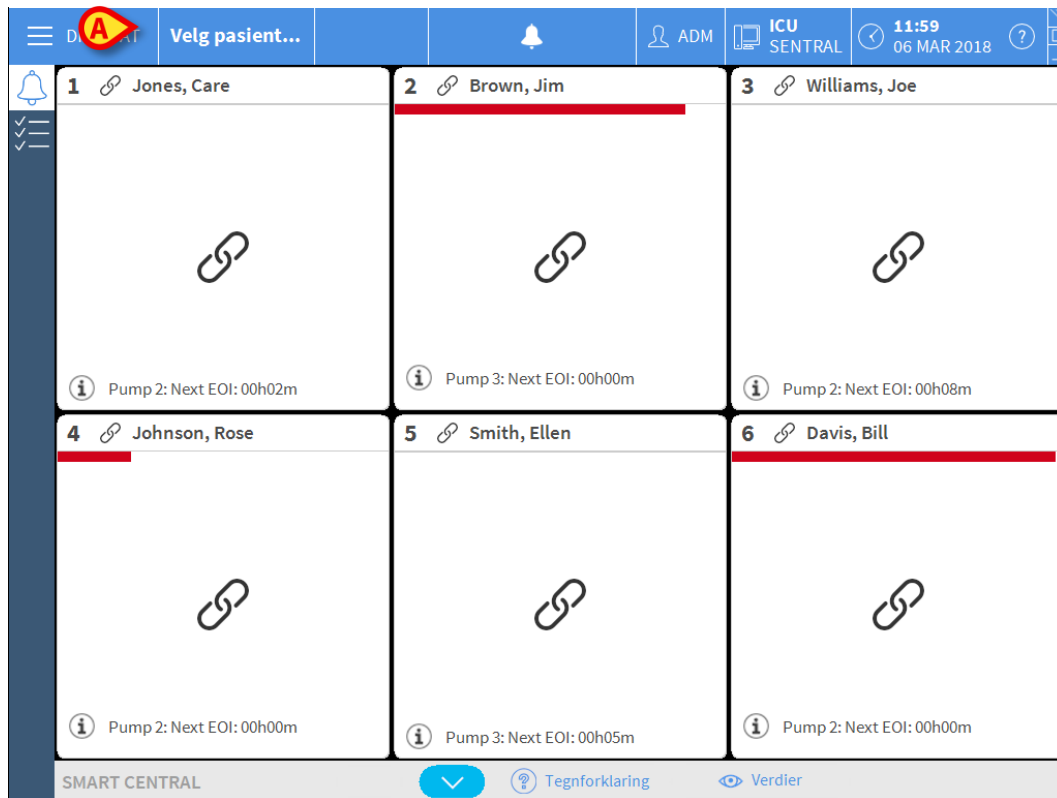
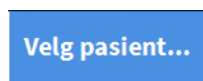

Fig. 92
Fig. 93
- Klikk på **Pasient**-knappen på kontrollinjen (Fig. 92 **A** og Fig. 93)